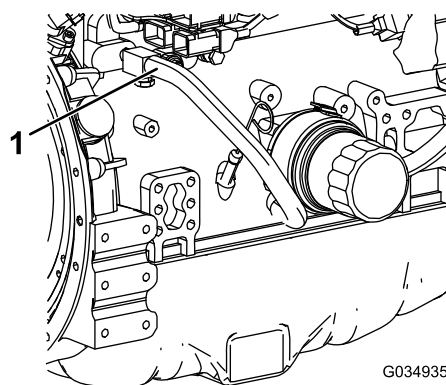

Bild 125
7. Schließen Sie den Kühlmittelschlauch vom Motorölkühler ab (Bild 125).